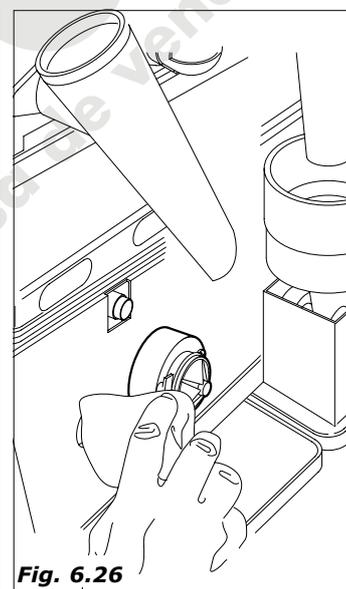

Fig. 6.26
- con un trapo humedecido,( en la solución ), limpiar la base de las batidoras (Fig.6.26)